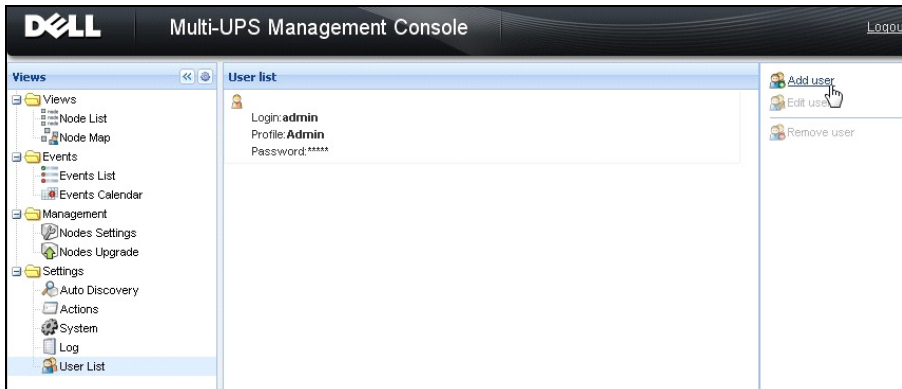

Abbildung 11. Seite „User List“ (Benutzerliste)
- 2 Wählen Sie **Settings > User List** (Einstellungen > Benutzerliste). Die Seite mit der Benutzerliste wird angezeigt (siehe Abbildung 11).